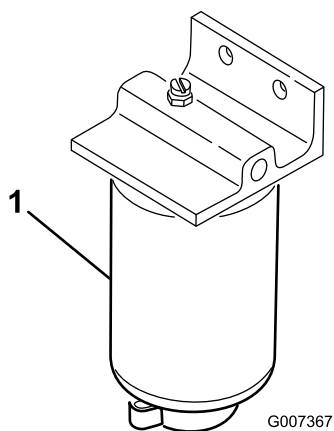

Bild 55
1. Stellen Sie einen sauberen Behälter unter den Kraftstofffilter (Bild 55).